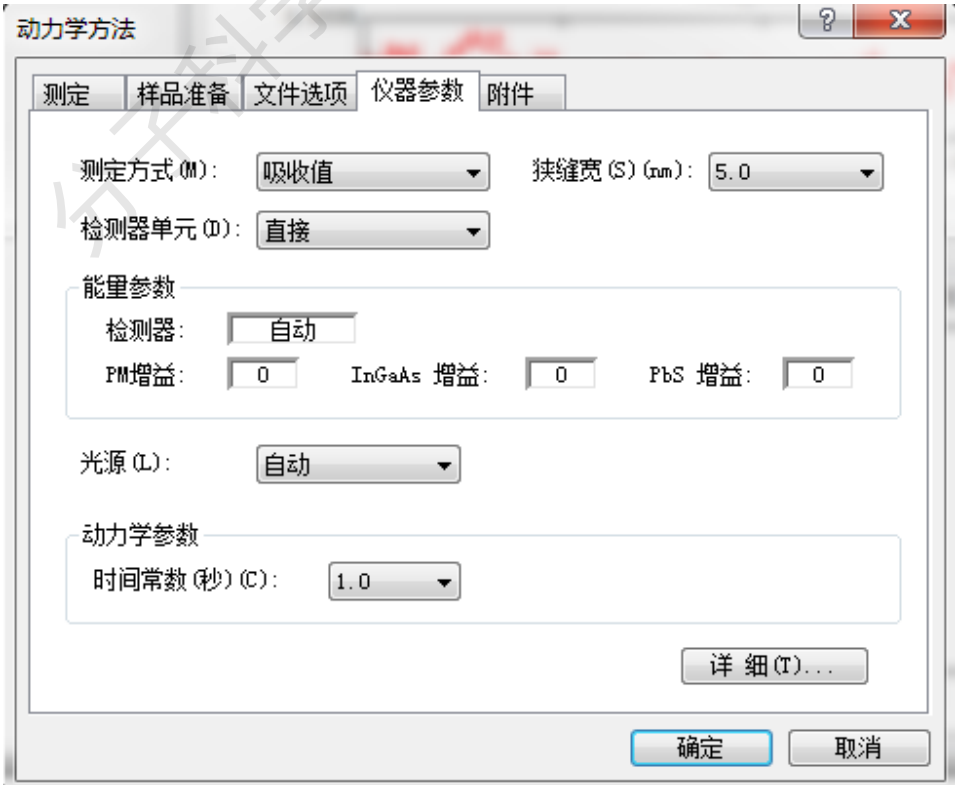

图 6-10 动力学方法测试仪器参数页面
- (2) 点击【仪器参数】属性页。如图 6-10，在【测定方式】下拉框中选择【吸收值】。点击确定，左下角的光度计状态栏将显示“转动”，随即显示当前设置的波长值。